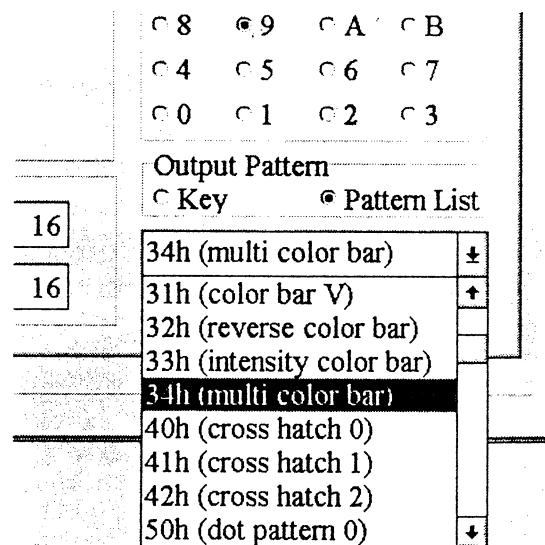

図5.2
- ②図5.2の「Pattern List」の下に有るパターンナンバー入力BOXの「↓」が入力可能（グレイから黒に変わる）となりますので「↓」をクリックします。
- ③図5.2のようにパターンナンバーリストが現れますので「↑」、「↓」で表示範囲を移動して希望のパターンナンバーを選択します。